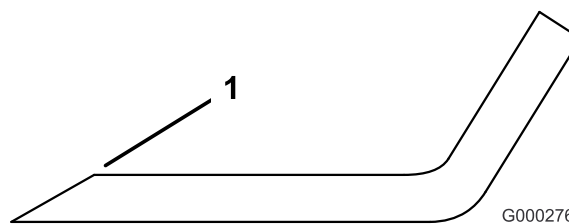

Figure 67
1. Au moyen d'une lime, aiguissez les tranchants aux deux extrémités de la lame (Figure 67). Veillez à conserver l'angle de coupe d'origine. Limez la même quantité de métal sur chacun des deux tranchants pour ne pas déséquilibrer la lame.